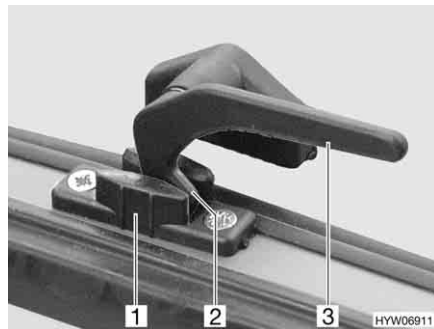

Bild 72 Låsarm i läget "kontinuerlig vädning"
- I läget "kontinuerlig vädning" (Bild 72)
- Vrid alla låsarmar (Bild 72,3) ett kvarts varv mot luckans mitt.
- Vrid tillbaka alla låsarmar. Låsspaken (Bild 72,2) måste föras in i spåret på lucklåset (Bild 72,1).